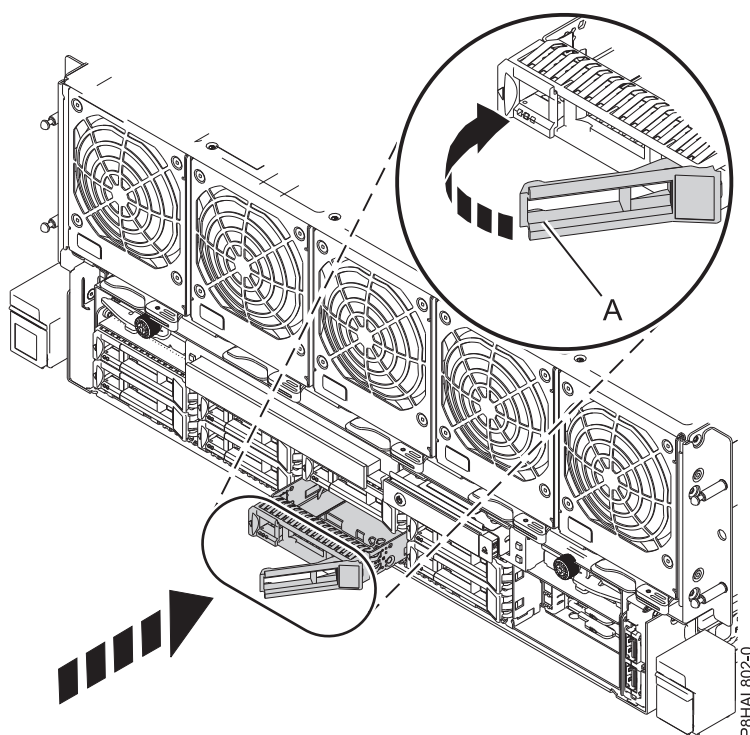

Figura 24. Substitució d'una unitat de disc d'un sistema 8408-44E o 8408-E8E
3. Desbloquegeu la nansa del compartiment d'unitats (A) prement-la i estirant-la cap a vosaltres. Si la nansa no s'estén del tot, la unitat no podrà lliscar en el sistema. Consulteu Figura 24.
7. Quan el LED d'identificació es torni sòlid, moveu la unitat fins al fons del sistema i pressioneu la nansa de la portadora d'unitats (A) fins que quedi bloquejada, tal com es mostra a la figura següent.